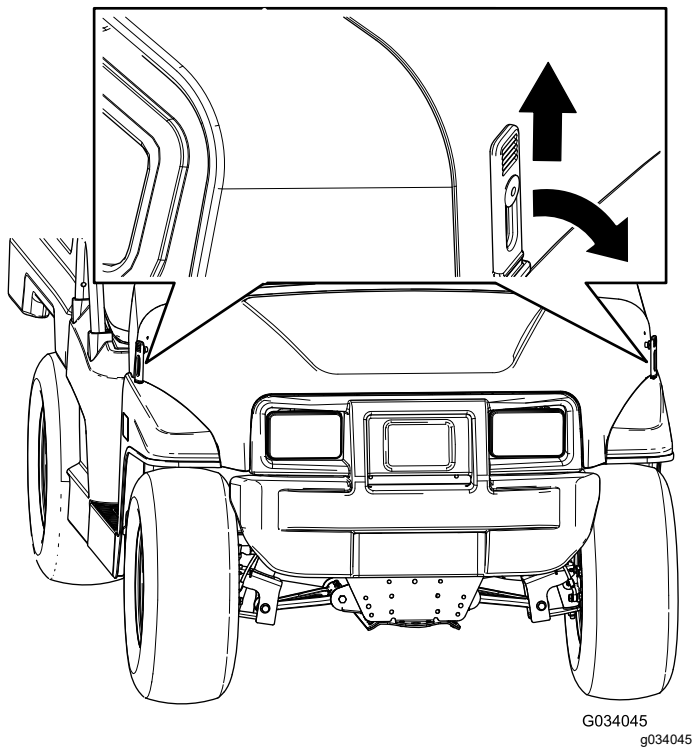

Bild 31
1. Heben Sie den Hebel der Gummiriegel an jeder Seite der Motorhaube an (Bild 31).
2. Fluchten Sie die Gummriegel auf den Riegelankern an jeder Seite der Motorhaube aus, um die Motorhaube zu befestigen (Bild 31).